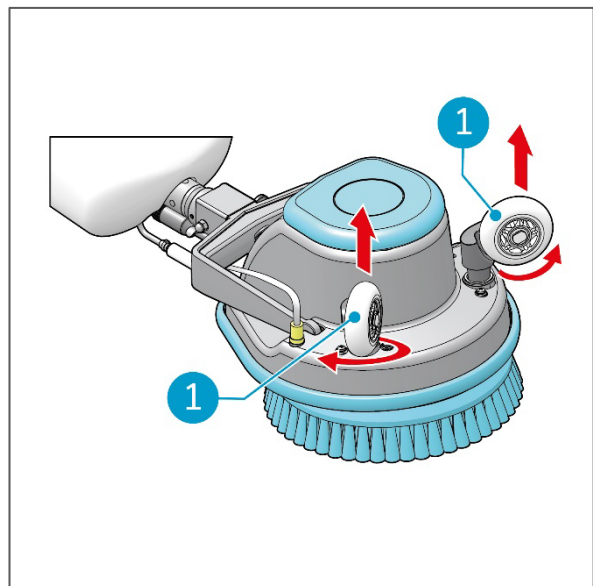

Figure 7
1. Posez l'i-scrub® vers le bas, avec la poignée sur le sol (Figure 7).
2. Tirez les roues de transport (Figure 7, pos 1) hors de leur base et les faire pivoter vers l'extérieur.